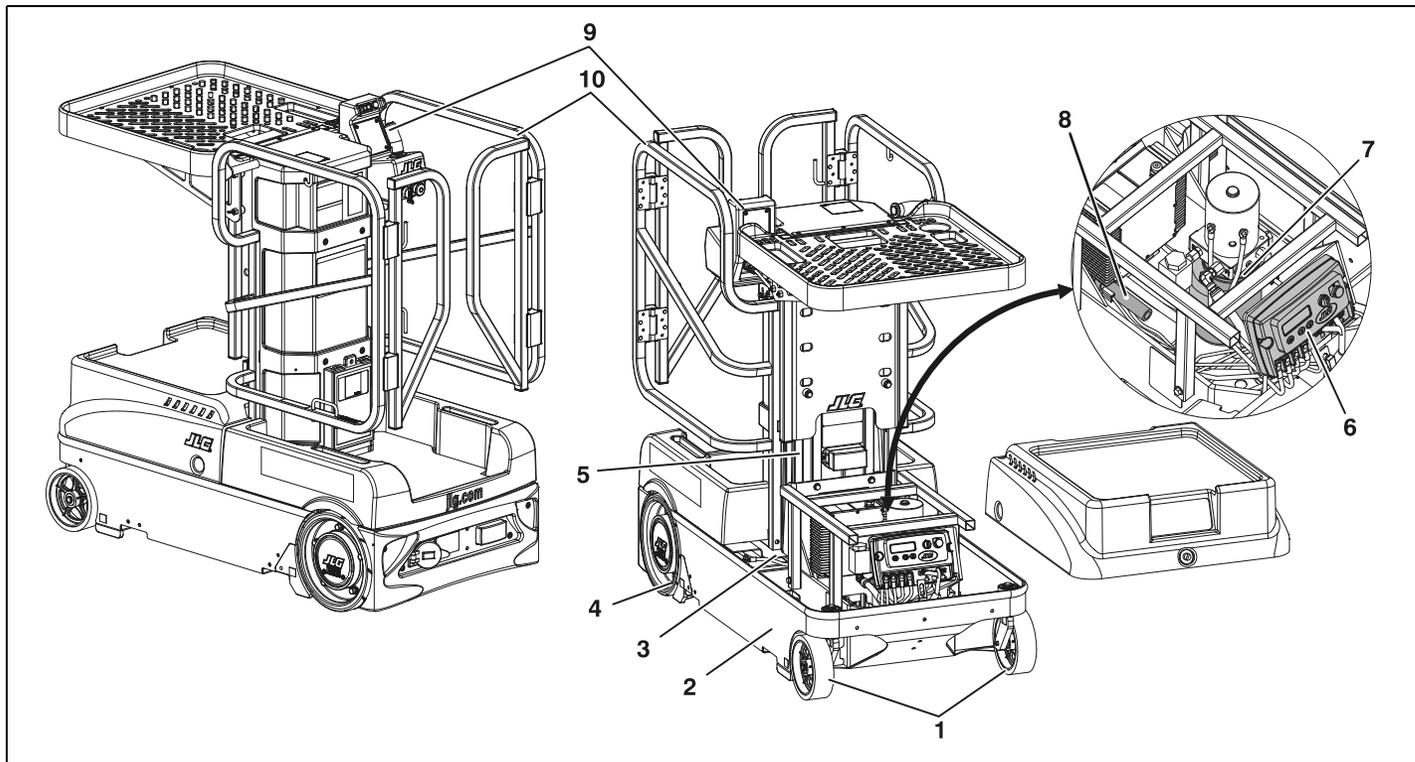

Figura 2-1. Ispezione completa quotidiana per le macchine 10MSP.
Iniziare la procedura di “ispezione completa” dal punto uno (1), come indicato nello schema (vedi Figura 2-1. a pagina 2-6). Continuare a procedere intorno alla macchina controllando in sequenza tutte le condizioni elencate nell'elenco di controllo seguente per ciascun punto.
Riferimento - Figura 2-1. a pagina 2-6